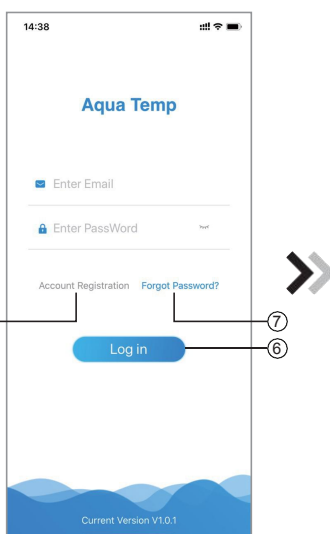
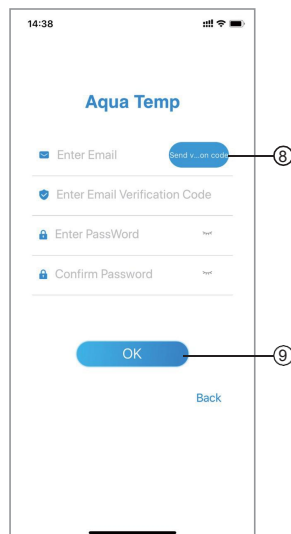

Fig.1 Inloggningsgränssnitt
Fig.3 Glömt lösenordsgränssnitt
1. Konto registrering: Om du vill registrera ett konto klicka på ① (Fig.1) för att hoppa till konto registrering, fyll i relevant information och klicka på ② för att ta emot en verifierings kod, medan applikationen är klar klicka ③ för att läsa informationen om sekretesspolicyn och klicka ④ för att acceptera, klicka på ⑤, registreringen är slutförd.
2. Logga in: Följ anvisningarna på sidan (Fig.1), ange din registrerade e-postadress och lösenord, klicka på ⑥ och hoppa till enhets lista;
3. Glömt lösenord: Klicka på ⑦ (Fig.1), hoppa till gränssnittet glömt lösenord (Fig. 3). Följ instruktionerna på sidan, fyll i relevant information, klicka på ⑧ för att ta emot verifierings kod i din e-post, klicka på ⑨ för att bekräfta sedan är lösenordet återställt.